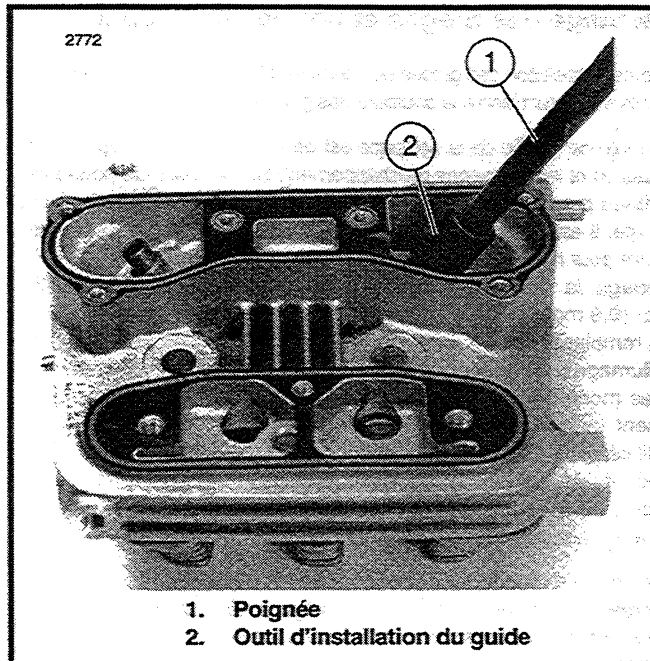

Figure 3-18. Installation du guide de soupape sans rebord
4. Voir Figure 3-18. Montez les guides sans rebord à l'aide d'un REPOSE-GUIDE DE SOUPAPE, réf. HD-34731 et du CHASSE ET EXTRACTEUR (réf. HD-34740). Enfoncez le guide jusqu'à ce que l'outil touche la surface polie entourant le guide. A ce stade, la hauteur du guide est correcte.